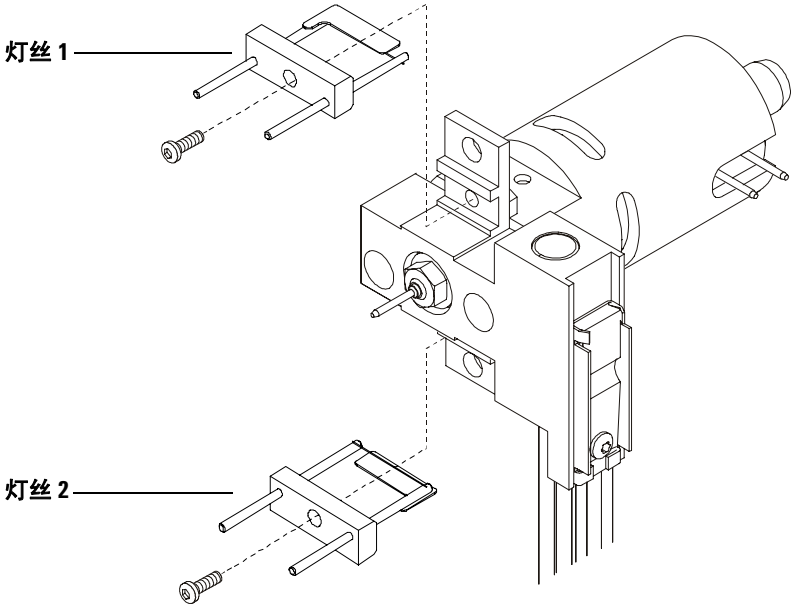

图 39 更换灯丝
- 4 取下要更换的灯丝（图 39）。
- 1 安装新的灯丝 (图 39)。